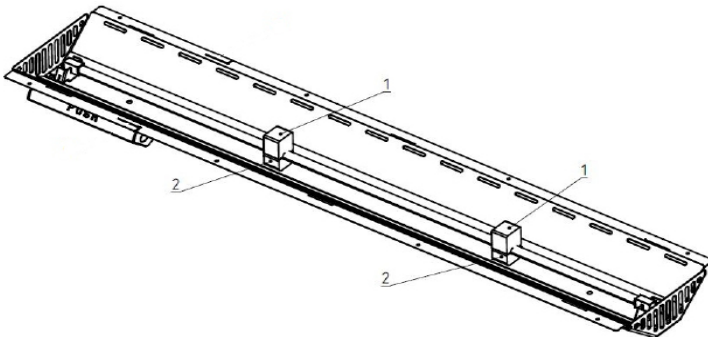

Abb. 3.4 – Transportsicherungen des Strahlers der Serie VitalSun Glass 350/500/750
- Transportsicherungen entfernen (Abb. 3.4, Pos. 1 und 2)